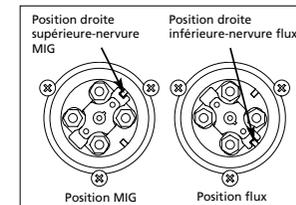

Figure 5b
- Retirer la barre-omnibus de polarité et tourner de 90°. Réinsérer en alignant la rainure avec la bonne nervure sur la boîte de polarité. La nervure droite supérieure marque la position MIG tandis que la nervure droite inférieure marque la position d'âme en flux (voir la figure 5b).